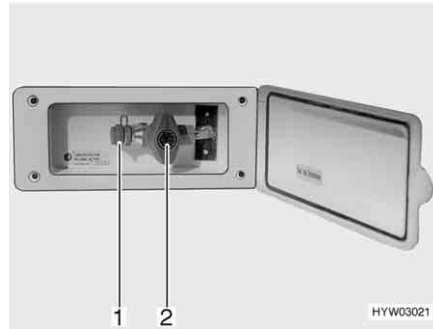

Fig. 98 Presa gas esterna, rubinetto di arresto del gas chiuso
La presa gas esterna (Fig. 98) si trova, a seconda del modello, nella parte posteriore o sul lato destro o sinistro del veicolo.
- Collegare l'apparecchio a gas esterno all'attacco (Fig. 98,1).
- Aprire il rubinetto di arresto del gas (Fig. 98,2).